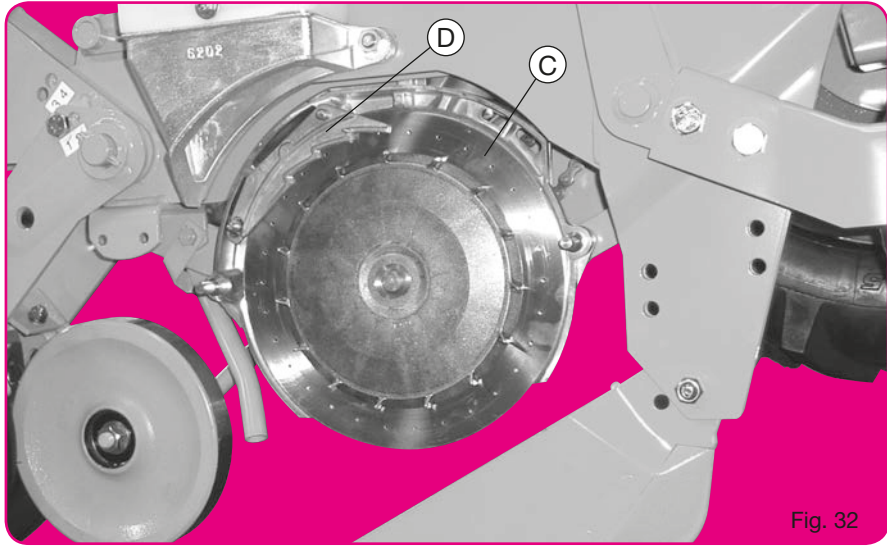

Fig. 32
Les plaques de sélection (D) se placent sur les disques (côtés couvercle et non entre disques et couronnes plastique) (fig. 32). A l'intérieur du couvercle (B) se trouve un volet en tôle. Ce volet (2) régularise l'arrivée des graines depuis la trémie et assure un niveau constant et convenable face au disque.
De afstrijkers (D) worden geplaatst op de schijven (aan de kant van het deksel en niet tussen de schijven en de kunststof slijtringen). (Fig 32).